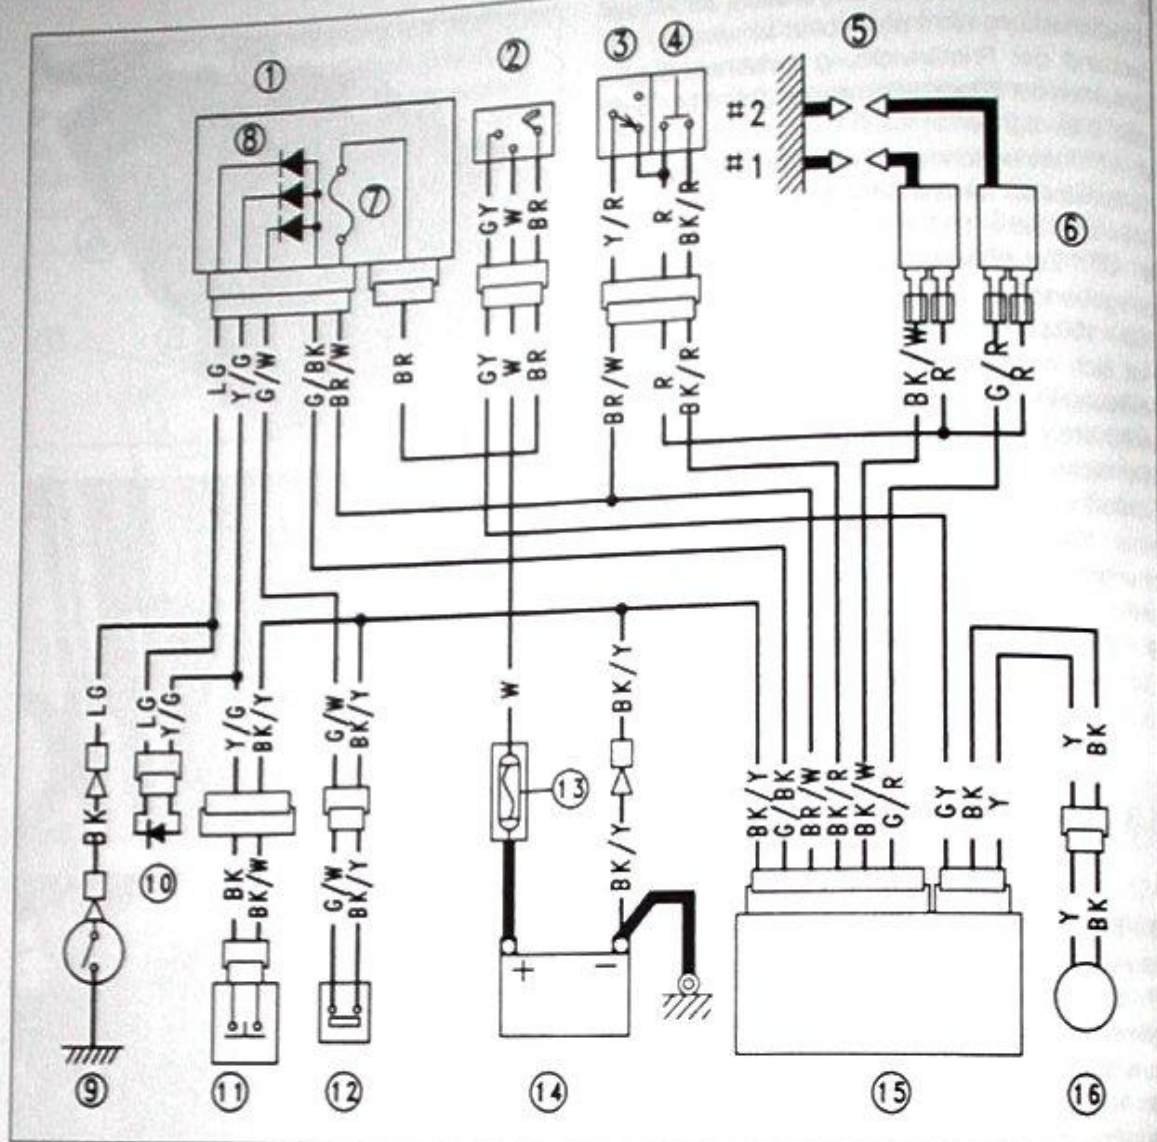

Bild 112
-  Starterfreilauf wie in Bild 112 gezeigt prüfen. Freilauf muss in Drehrichtung «A» frei drehen, in Drehrichtung «B» sperren. Bauteile des Starterfreilaufs auf Beschädigung (Ausbrüche in der Härteschicht) und übermäßigen Verschleiß untersuchen.